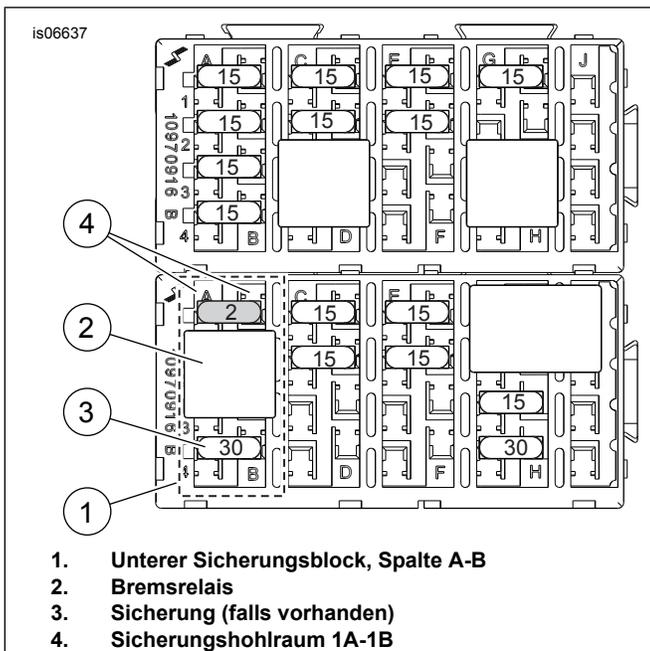

Abbildung 14. Sicherungshohlraum „P&A IGN“ (Touring-Modelle ab 2008)
- Siehe Abbildung 14. Sicherungshohlraum 1A-1B (markiert mit „P&A IGN“, „2A MAX“ auf dem Deckel) am unteren Sicherungsblock (1) suchen. Das Bremsrelais (2) und die Sicherung (3, falls vorhanden) ausfindig machen, die gegenwärtig in Spalte A-B eingebaut sind, und deren Lage notieren.